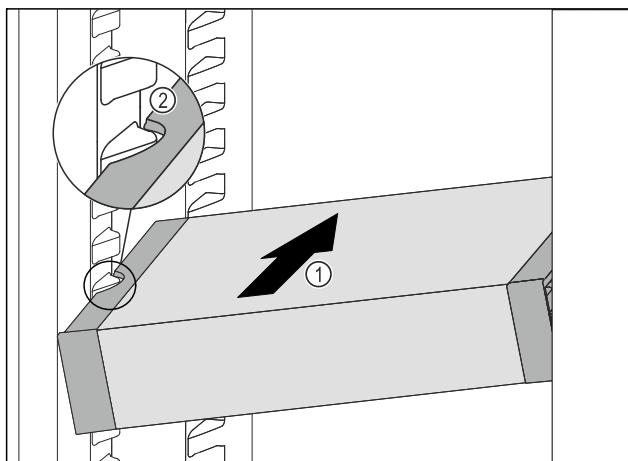

Fig. 109
- VarioSafe zasúvajte šikmo do chladničky Fig. 109 (1), kým sa bočné vybrania Fig. 109 (2) VarioSafe nebudú nachádzať vo výške rebra nádoby v chladničke.